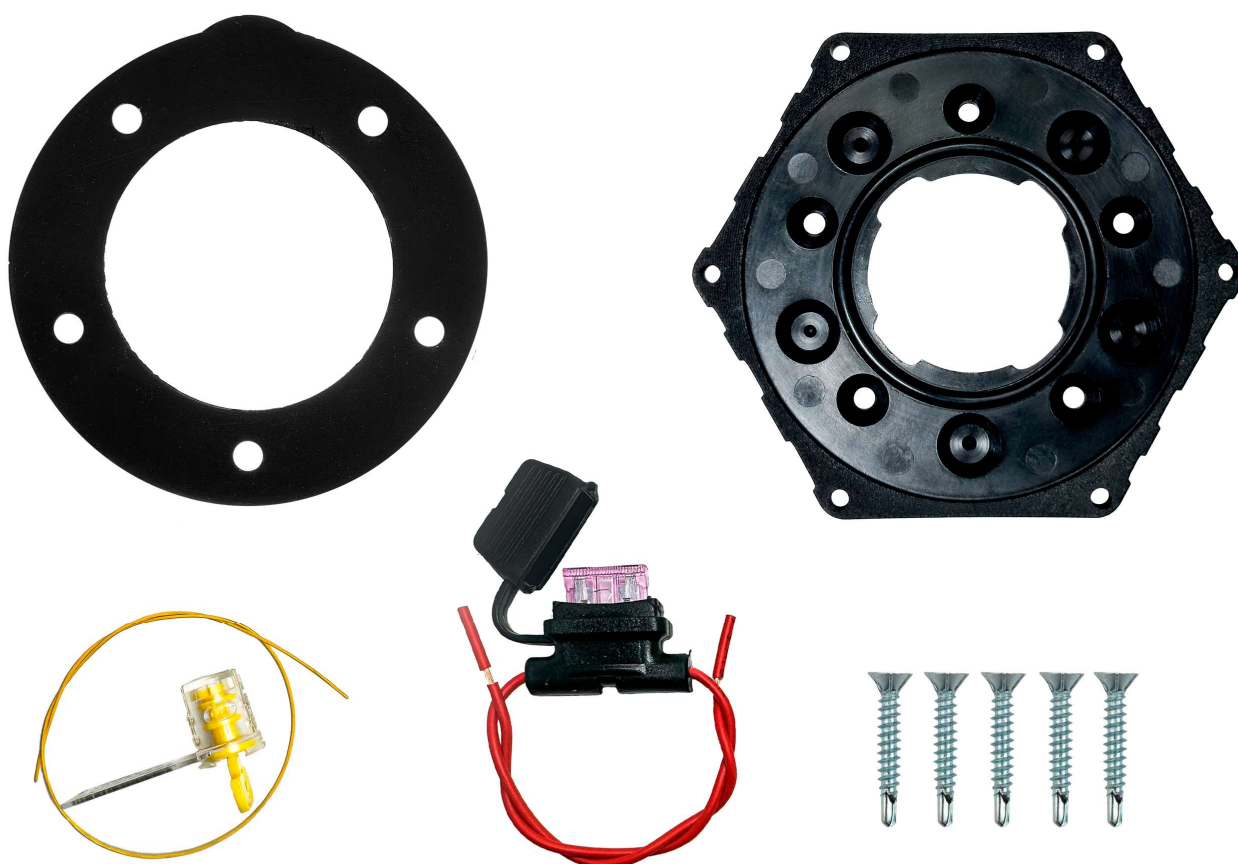

Рис. 7. Монтажный комплект
- Для монтажа используется байонетное крепление, которое входит в состав монтажного комплекта eurosens MWS 2 (Рис. 7).